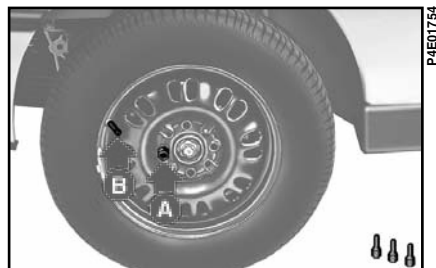

fig. 6
9) Strângeți prezonul **A**-fig. 6. corespondent valvei de umflare **B**.